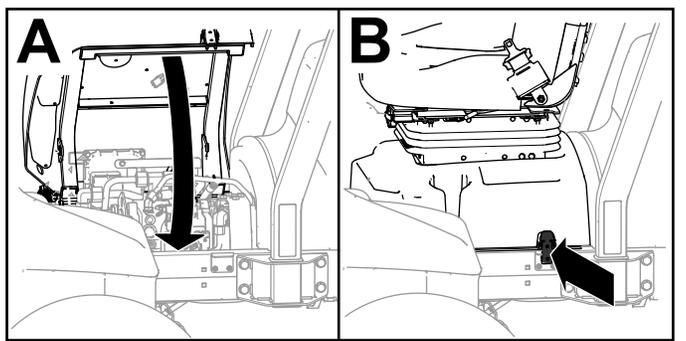

Рисунок 136
4. Верните сиденье и его основание в закрытое положение и зафиксируйте основание защелкой (Рисунок 136).